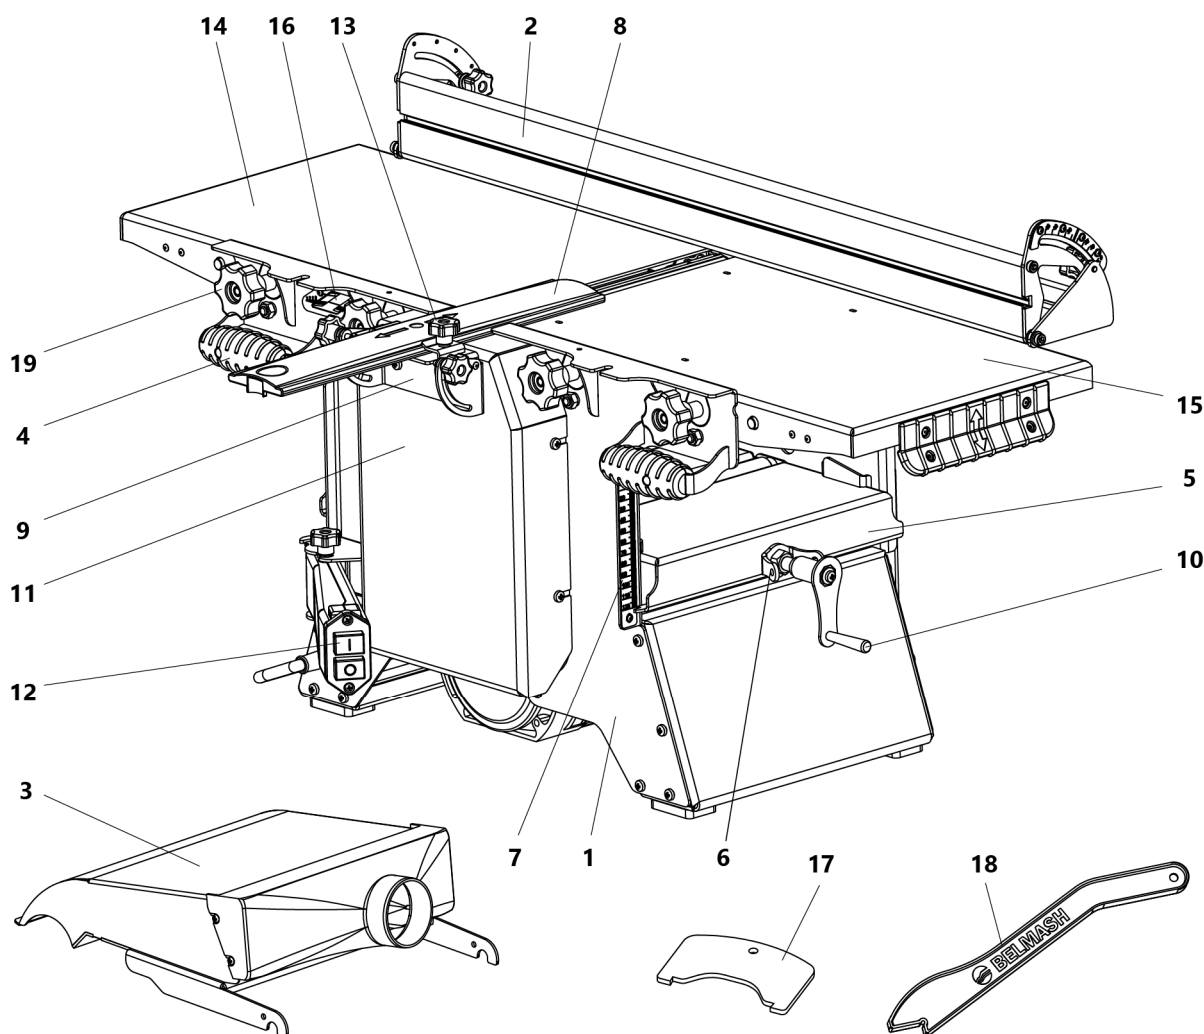
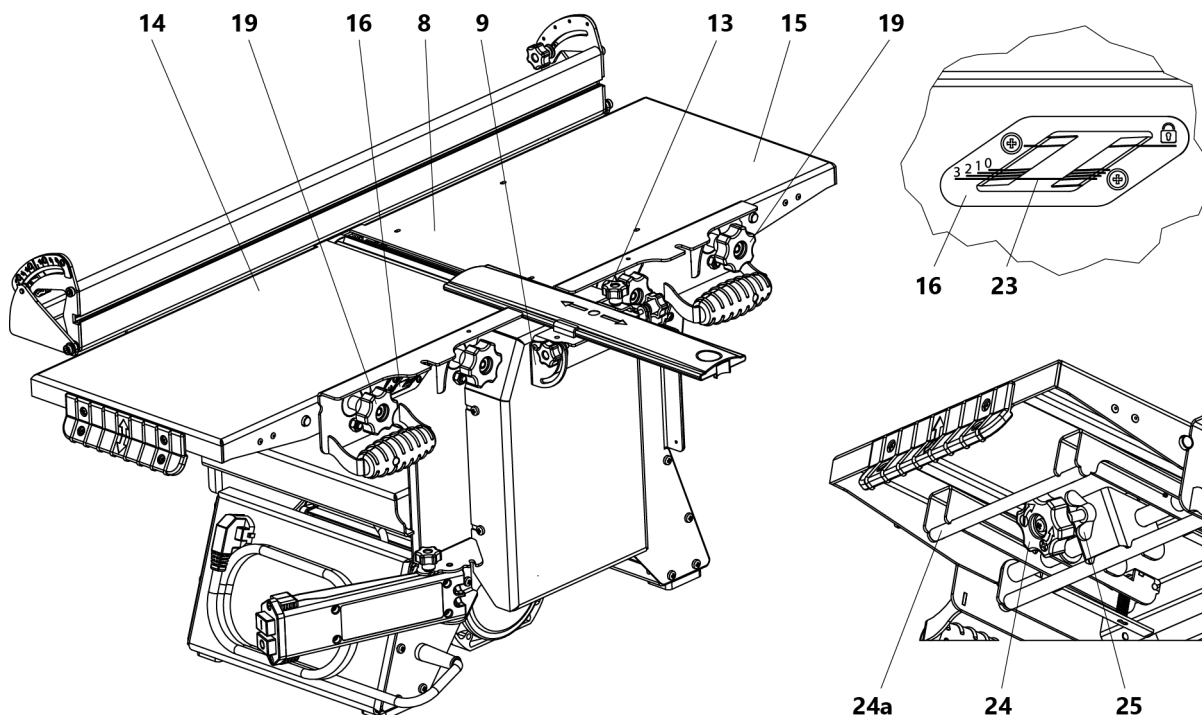

Рис. 1 Общий вид станка
Рис. 4 Установка строгальных столов и глубины строгания
При фуговании нужно перемещать заготовку по загрузочному столу, прижимая к упору 2 (рис. 1). При этом необходимо держать пальцы сомкнутыми и удерживать заготовку сверху ладонями обеих рук. Правильное положение рук – это когда одна рука находится на верхней пласти заготовки над приемным столом, вторая рука – на верхней пласти заготовки над загрузочным столом.
Для облегчения прохождения и уменьшения трения между обрабатываемой заготовкой и рейсмусным столом 5 (рис. 1), в конструкции станка имеются два гладких ролика, которые выступают над поверхностью рейсмусного стола не более чем на 0,3 мм.
В режиме строгания приемный стол 15 (рис. 1) устанавливается на уровне реза строгальных ножей, а загрузочный стол 14 имеет возможность опускаться ниже уровня реза строгальных ножей, что обеспечивает установку необходимой глубины строгания. Глубину строгания устанавливают по шкале 16 с помощью ручки 24 (рис. 4).
Выключатель станка 12 (рис. 1) установлен на кронштейне, поворачивающемся так, чтобы обеспечить доступное и безопасное включение/ выключение станка при различных видах работы.
- отпустить гайки-барашки 19 стола приемного 15 (рис. 4);
Ограждение ножевого вала 8 предназначено для закрытия той части вращающегося ножевого вала, которая не находится в зоне резания (нерабочая часть ножевого вала) во время работы станка (рис. 4).